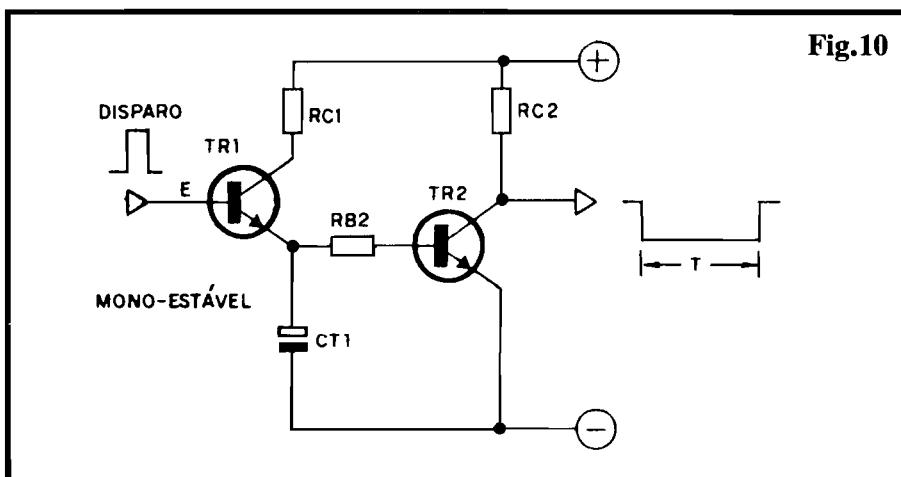

Fig.10
- FIG. 10 - O BLOCO MONO-ESTÁVEL... - Existe ainda um outro bloco lógico, dentro dessa "turma", que recebe também outros nomes, como TEMPORIZADOR, ou ALARGADOR DE PULSO, ou "MEMÓ-